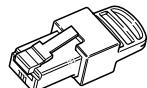

Рис. 2-2 Сетевые терминаторы Xanbus
- Сетевые терминаторы (Рис. 2-2) – Сеть Xanbus следует должным образом ограничить с обеих сторон сетевыми терминаторами. Если не ограничить сеть должным образом, ухудшится качество сигнала, и характеристики сети ухудшаются. Постоянная конфигурация без терминаторов не поддерживается Xantrex. Один терминатор входит в комплект системной панели управления. В зависимости от схемы расположения сети, этот терминатор может понадобиться вставить в какое-либо другое устройство сети.